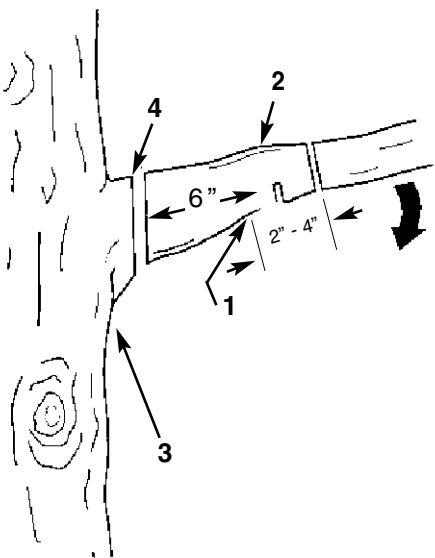

Fig.16
1. Hacer el primer corte a unas 6 pulgadas de el tronco por debajo de la rama. Use la parte superior de la barra para hacer este corte. (Corte 1/3 de diametro de la rama, ver Fig 16).